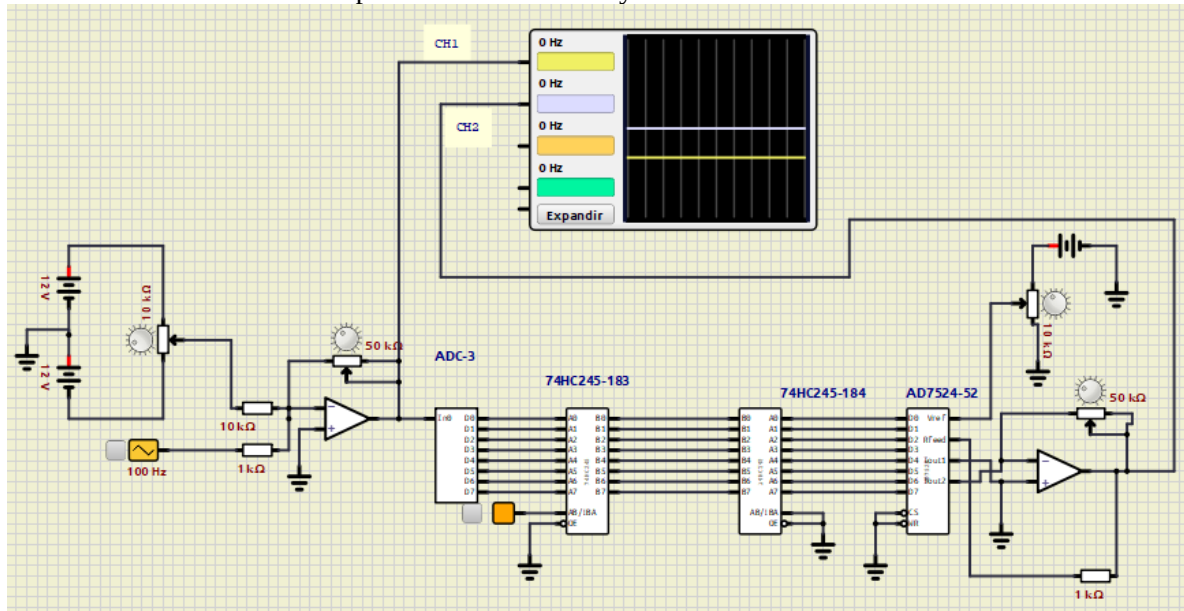

Figura 7.2. Simulación de la conversión A/d y D/A de una señal
2. Realice la simulación del circuito de la figura 7.2, utilizando el software SimulIDE, ajuste los potenciómetros hasta obtener la misma señal en el canal CH2 a la que se tiene en el canal CH1.